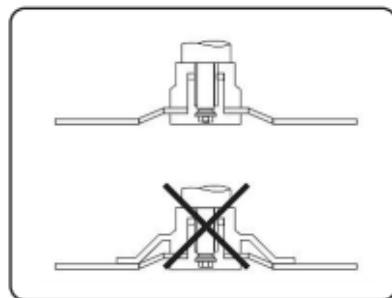

Figura 2
- g) Discos com centro rebaixado e de diâmetros de 100 mm a 230 mm devem ser montados em flanges com diâmetros iguais (Figura 2).